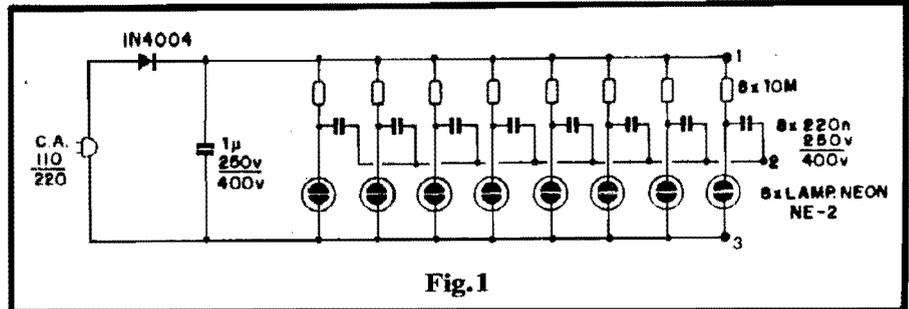

Fig.1
- FIG. 1 - O CIRCUITO - O "esqueminha" é tão simples, que não oferecerá dificuldades de "leitura" ou interpretação mesmo aos eventuais "começantes" entre os Leitores/Hobbystas: a energia C.A. é captada da tomada (110 ou 220V) e, logo em seguida, transformada numa razoável C.C, com a ajuda do diodo retificador 1N4004 e capacitor de filtro/ar-